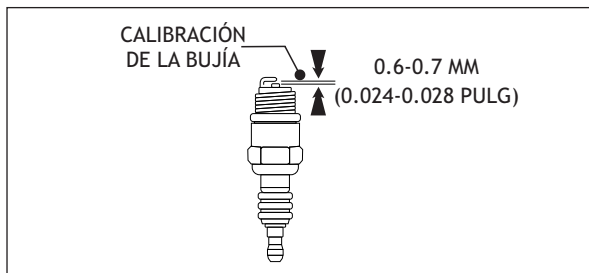

Fig 8. Filtro de aire del motor
- Retire y limpie la bujía (Fig 8), posteriormente ajuste la calibración de la bujía a 0.6~0.7 mm (0.024~0.028 pulg).